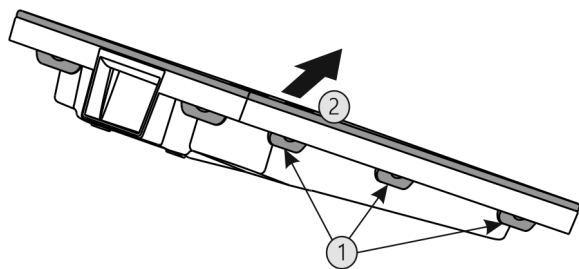

Fig. 69
- ▶ Wszystkie nakładki Fig. 69 (1) wcisnąć po kolei i zdjąć Fig. 69 (2) pokrywę.